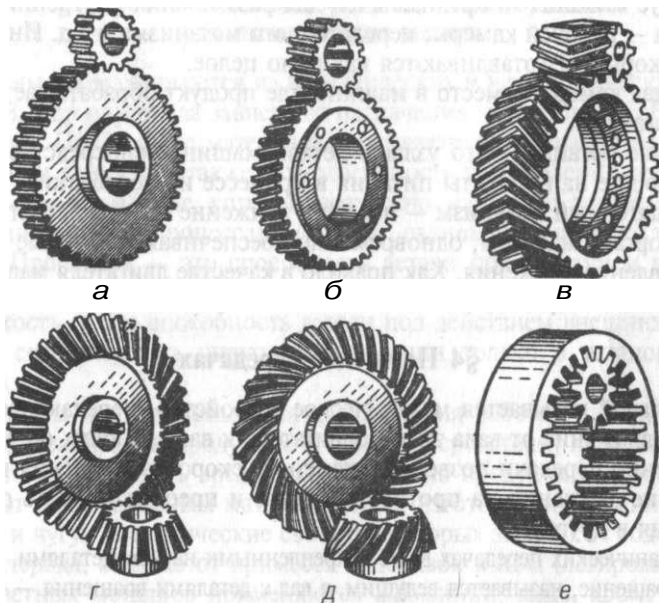

Рис. 1-1. Зубчатые передачи.
**Зубчатые передачи (рис. 1-1)** — это механизм, состоящий из 2-х зубчатых колес, сцепленных между собой. Эти передачи получили широкое применение в передаточных механизмах машин.